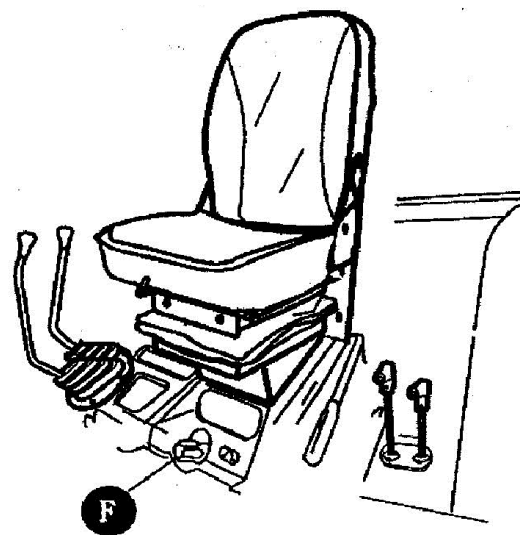

Рис. 4.29 – регулятор скорости опускания
Регулятор скорости опускания (F) (см. Рис. 4-29 (1))